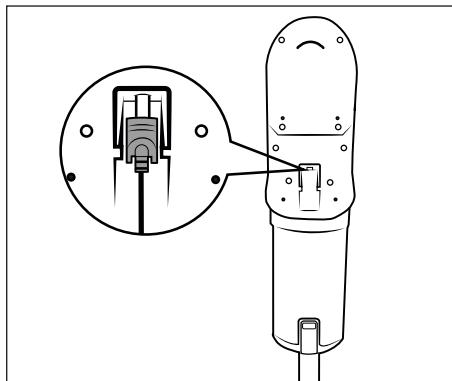

Fig. 8
- ▶ L'aspirapolvere può anche essere caricato direttamente tramite l'alimentatore 10. A tale scopo girare leggermente lo spinotto cavo 11 per rimuoverlo dal supporto a parete 18 e inserirlo nella presa di carica 3 dell'apparecchio (vedere fig. 8).